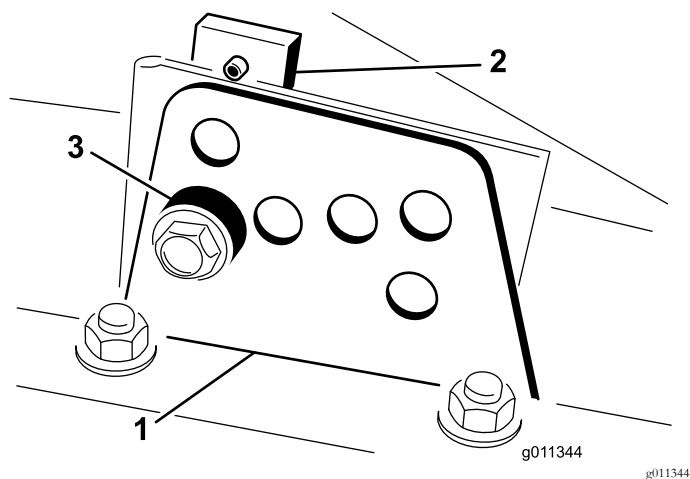

Figura 19
4. Sujetando la cámara, retire el espaciador (Figura 19)
2. Afloje el perno que sujeta cada soporte de altura de corte a la pletina de altura de corte (delante y en cada lado); consulte Figura 19.